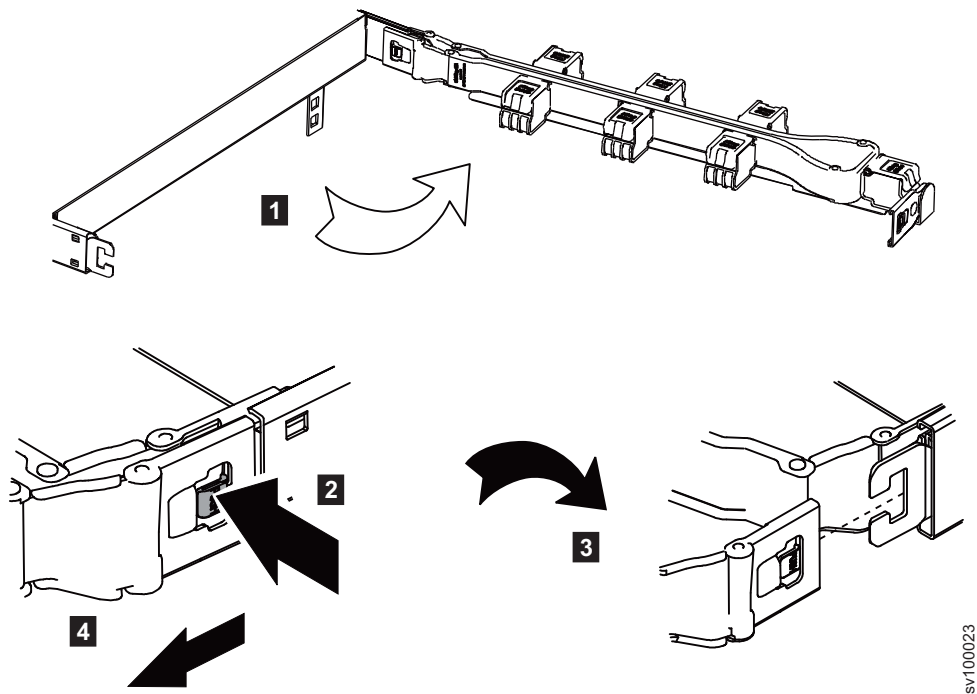

图 5. 卸下电缆管理臂的外侧构件
4. 松开外部构件，如第 15 页的图 5 中所示。
- a. 将电缆管理臂转到右手侧以维护机箱或者继续拆卸 (1)。
- b. 按"Push"按钮 (2)。
- c. 拉出电缆管理臂的插入式部件 (3)。